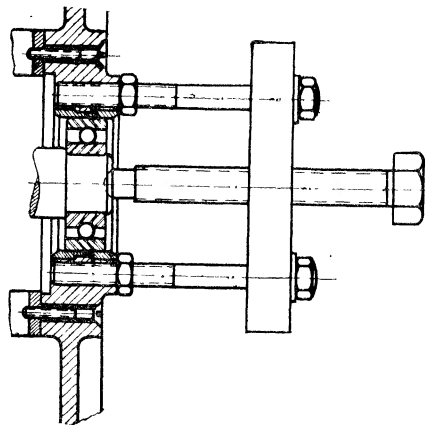

Рис. 19. Снятие подшипникового щита со стороны контактных колец
3. Отвернуть гайки 22 и съемником, имеющимся в комплекте ЗИП (рис. 19), снять щит 24 (рис. 6) с подшипника 27.